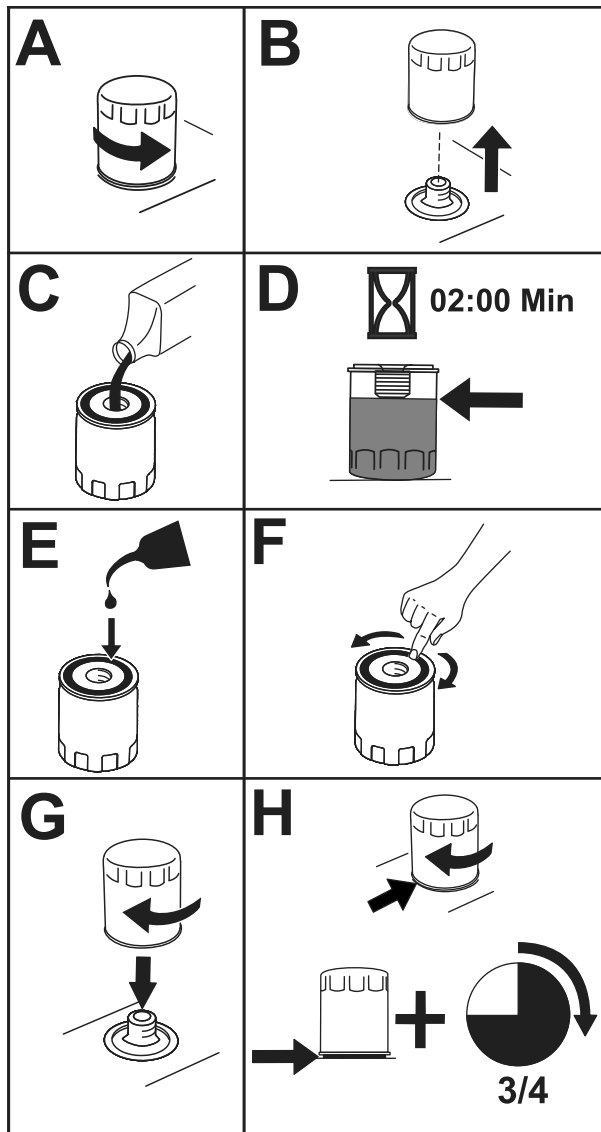

Figura 48
2. Sustituya el filtro de aceite del motor (Figura 48).